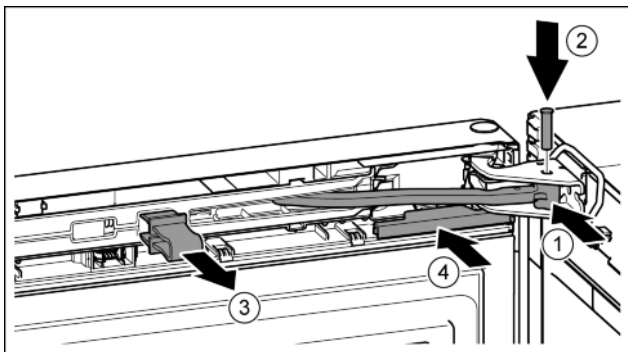

Fig. 41
- Gelenk in Lagerbock drehen. Fig. 41 (1)
- Bolzen in Lagerbock und Gelenk einsetzen. Dabei darauf achten, dass der Rastnocken korrekt in der Nut sitzt. Fig. 41 (2)
- Sicherung abnehmen. Fig. 41 (3)
- Abdeckung aufheben. Fig. 41 (4)